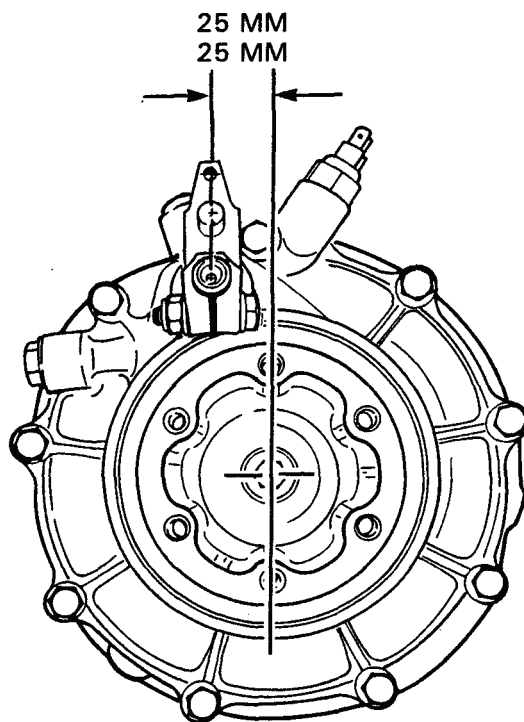

Figure 3-3-2 Adjustment of Rear Differential Lock Lever
2. Avant l'installation, vérifier le réglage du levier de verrouillage du différentiel. Voir figure 3-3-2.
(2) Rotate the drive flange so that two of the bolt holes and the top differential flange retaining bolt are in a straight line. (3) Place a ruler along the vertical line made by the two bolt holes and the flange retaining bolt, and measure the distance from the vertical line to a centre line on the lever, see Figure 3-3-2. The distance from the centre line on the lever to the straight edge of the ruler should be 25 mm. Rotate the lever on the splines in the required direction until the correct measurement is obtained. Secure the lever retaining nut and bolt. q. Install the drive axle (refer to Section 4).	(2) Tourner la bride d'entraînement de façon à ce que deux des trous de boulons et le boulon de fixation de la bride du différentiel soient alignés. (3) Placer une règle sur la ligne verticale des deux trous de boulons et le boulon de fixation de la bride, et mesurer la distance de cette ligne verticale à une ligne centrale du levier, voir figure 3-3-2. La distance du centre du levier au rebord de la règle devrait être de 25 mm. Tourner le levier dans le sens désiré sur les cannelures pour obtenir la mesure désirée. Serrer l'écrou et le boulon de fixation du levier. q. Installer l'arbre de roue (voir section 4).